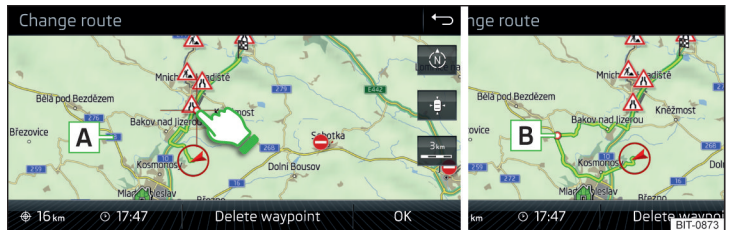

Abb. 232 Routenänderung in der Karte / Routendurchfahrtspunkt
- ▶ Den Bildschirm im Routenbereich berühren und den Kreuzpunkt auf die gewünschte Stelle in der Karte (z. B. A) » Abb. 232) verschieben.
Der Durchfahrtspunkt B » Abb. 232 wird in die Route eingefügt.